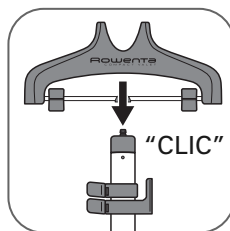

fig. 5
5. Emboîtez verticalement le cintre sur le haut du mât jusqu'à entendre un clic. **(fig. 5)**